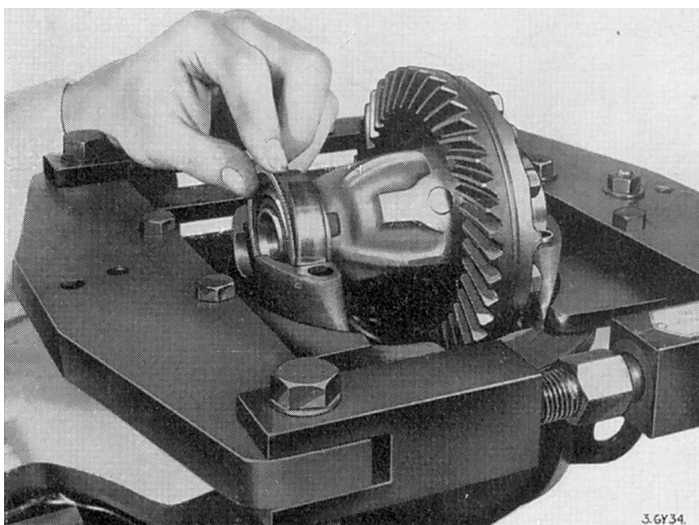

Fig. 31. Utilisation de l'outil d'écartement pour déposer le différentiel du support
Enlever les boulons des chapeaux de roulement (49) et détacher les chapeaux (47). Monter l'outil d'écartement Churchill sur la face du carter comme illustré sur la Fig. 31. Écarter le cadre en tournant l'écrou tendeur jusqu'à ce qu'il soit serré à fond à la main, puis donner un demi-tour supplémentaire à l'aide d'une clé.